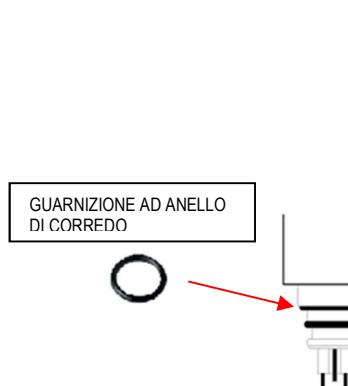

Figura 4
2. Inserite la guarnizione ad anello di corredo da dietro e posizionate la sotto il dado di fissaggio del radiatore (figura 4).